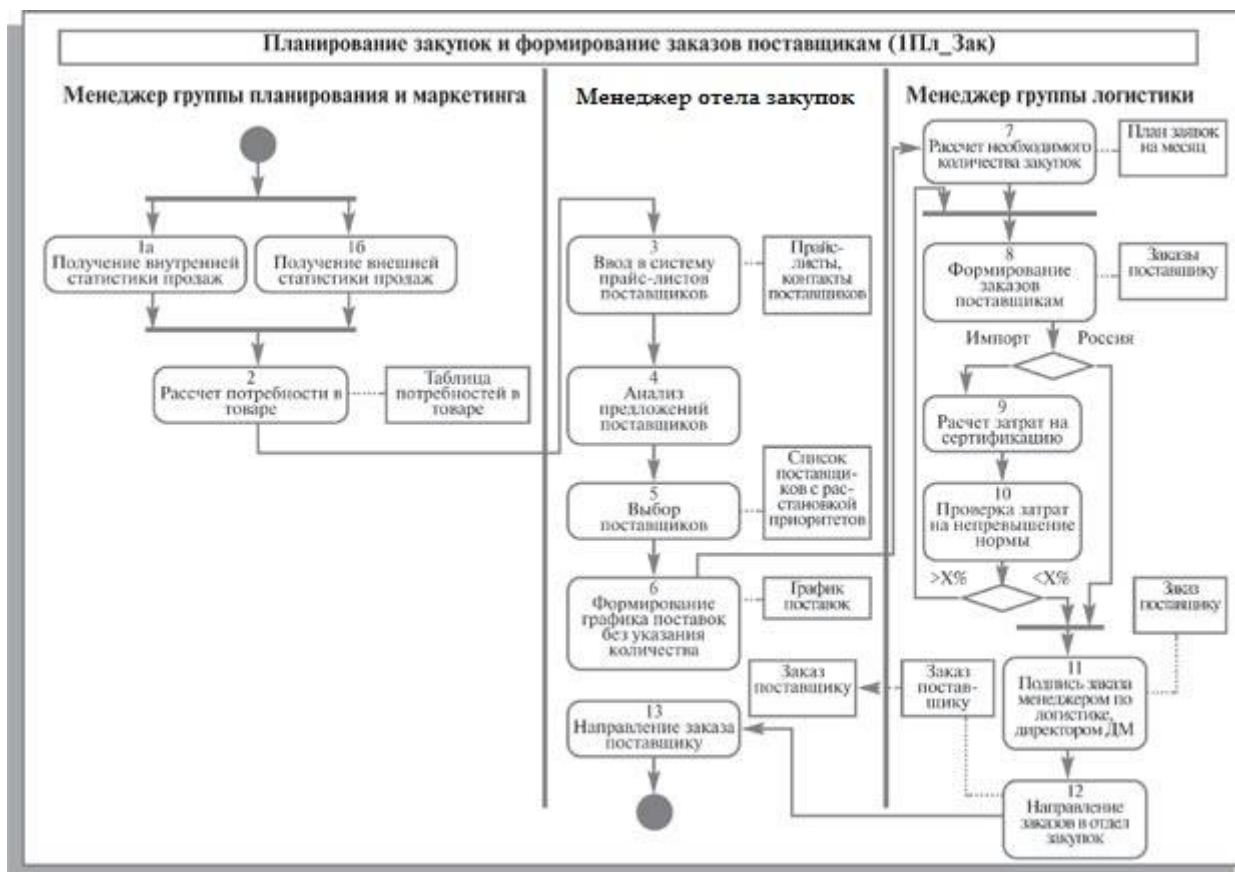

Рис. 5. Диаграмма действий бизнес-процесса "Планирование закупок, формирование заказов поставщикам"
Общий вид диаграммы действий бизнес-процесса "Планирование закупок, формирование заказов поставщикам" представлен на рис. 5.
1. В графе 1 проставьте краткое наименование диаграммы - 1Пл_Зак. Кроме того, в этой графе укажите номер операции, соответствующий изображению на диаграмме действий (рис. 5).